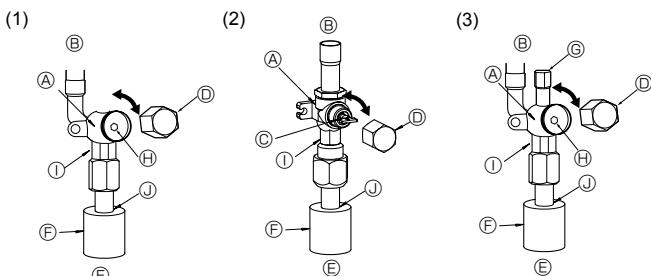

Fig. 4-5
- (1) Côté gaz de SW75 (Fig. 4-5)
- ① Retirez le bouchon, et tournez la tige de soupape à fond dans le sens antihoraire avec une clé hexagonale de 5 mm. Arrêtez de tourner quand elle frappe la retenue.